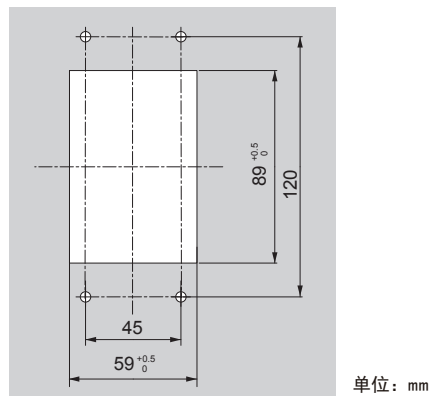

图 2.13 控制柜加工尺寸（安装在控制柜内侧时）
1. 对控制柜的操作器安装面进行加工。控制柜加工尺寸请参照图 2.13。